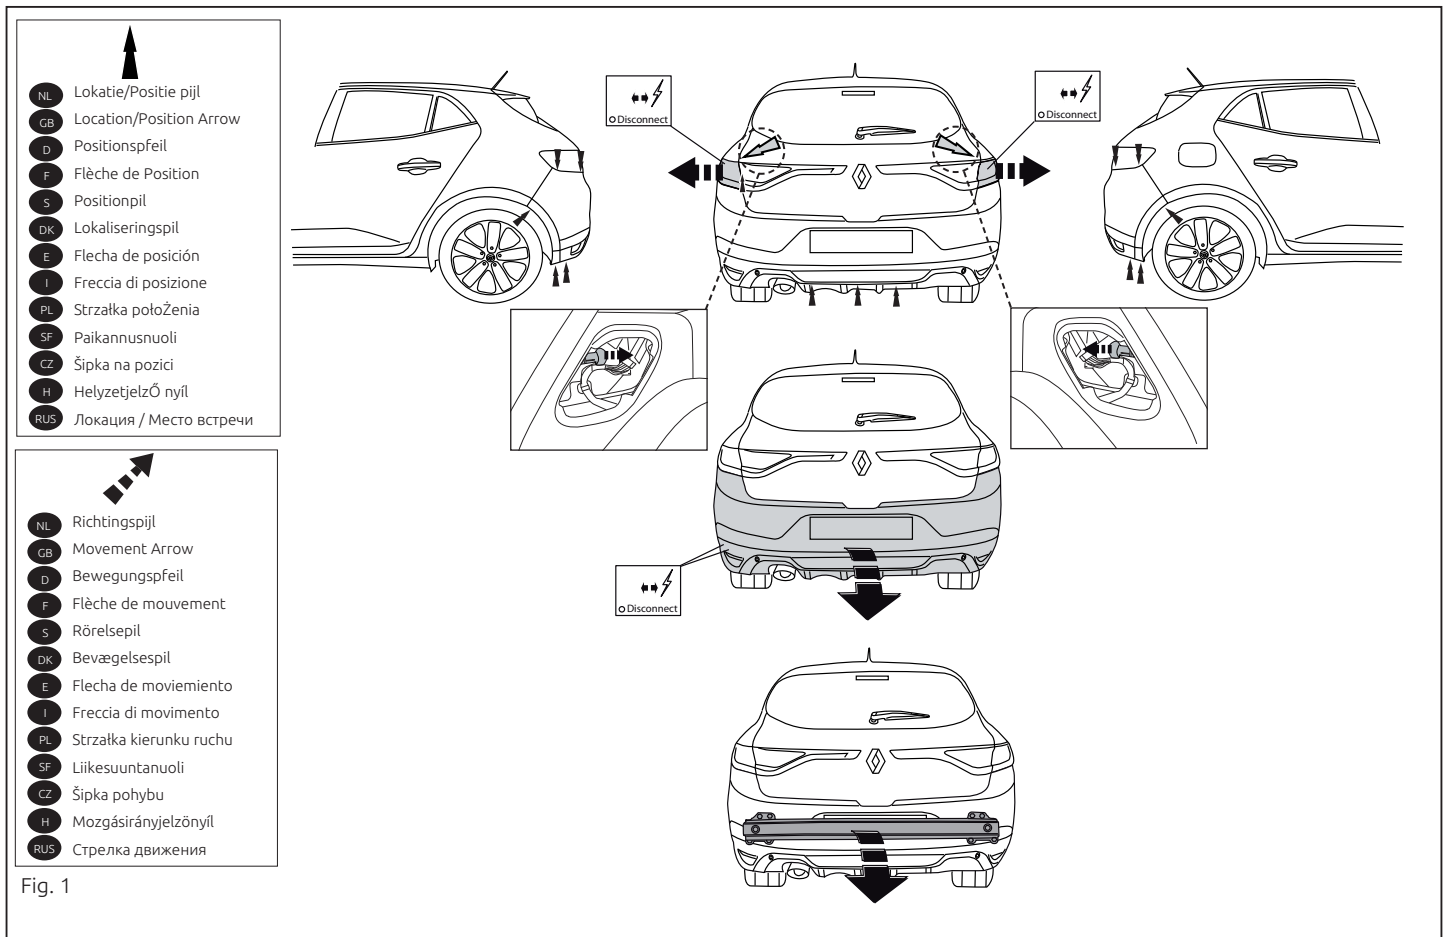

Fig. 1
beam from the vehicle. See figure 1.
1. Die Rücklichter abmontieren. Die Stoßstange einschließlich des stählernen Stoßbalkens vom Fahrzeug abmontieren. Siehe Abbildung 1.
1. Снять оба блока задних фар. Снять бампер вместе со стальными брызговиками автомобиля. См. рисунок 1.
1. Démontez les feux arrière. Déposer le pare-chocs du véhicule y compris la traverse en acier. Voir la figure 1.
1. Demonter baglysenhederne. Demonter kofangeren, inklusive køretøjets stålstødbjelke. Se fig. 1.